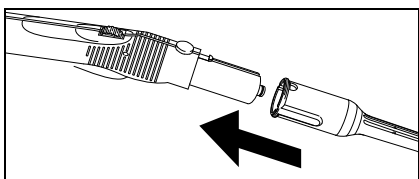

Fig. 6
- Cuplați accesoriile necesare (D1, E1, F1) cu pistolul pentru abur. Pentru aceasta introduceți capătul deschis al accesoriului pe pistolul de abur (C1) și împingeți-l pe pistol până când butonul de deblocare (C2) al pistolului de abur se fixează (vezi fig. 6).